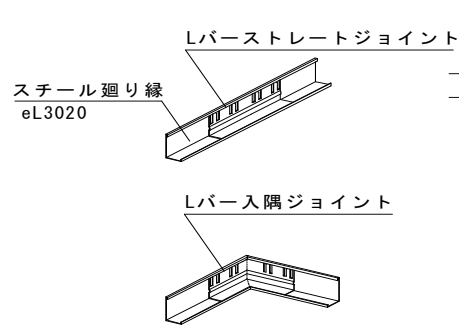

図2-4 Lバーのジョイント
- ④ 切断は化粧面から金切り鋸にて行います。
- ⑤ 切断部分は細目のヤスリにて面合わせを行います。
- ⑥ eLバーのストレートの接続はLバーストレートジョイントを使用します。（図2-4参照）